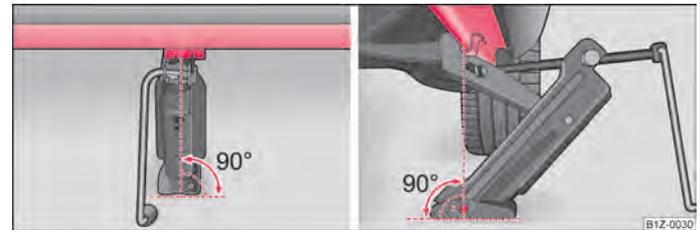

Fig. 139 Colocar el gato
- Aplique el gato de modo que la garra abarque el alma vertical ⇒ fig. 139- a la derecha, debajo de la muesca en la superficie lateral del larguero inferior. ▶
- Asegúrese de que la placa de base del gato esté con toda la superficie apoyada en suelo recto y en vertical ⇒ **fig. 139** respecto a la posición en la que la garrabarca abarca el alma.